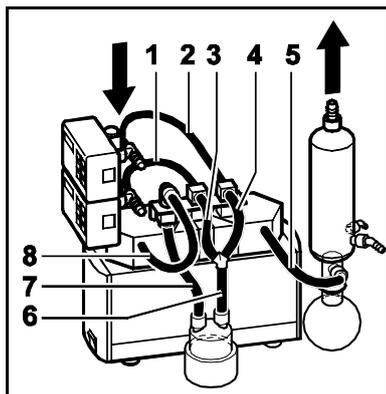

Fig. 18: collegamenti flessibili sistema SCC
8	Tubi flessibili (v. fig. 18) <ul style="list-style-type: none"> <li>▪ Agente resistente al fluido utilizzato</li> <li>▪ Diametro interno 10 mm.</li> <li>▪ Lunghezze: (1) ca. 320 mm, (2) ca. 260 mm, (3, 4) ca. 120 mm, (5) ca. 220 mm, (6) ca. 135 mm, (7) ca. 175 mm, (8) ca. 350 mm</li> </ul>
5. Eseguire i collegamenti flessibili del sistema (v. fig. 18).